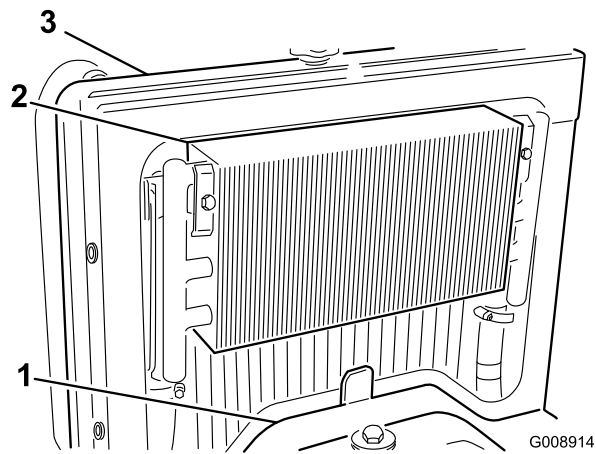

Рисунок 66
3. Снимите панель доступа (Рисунок 66).